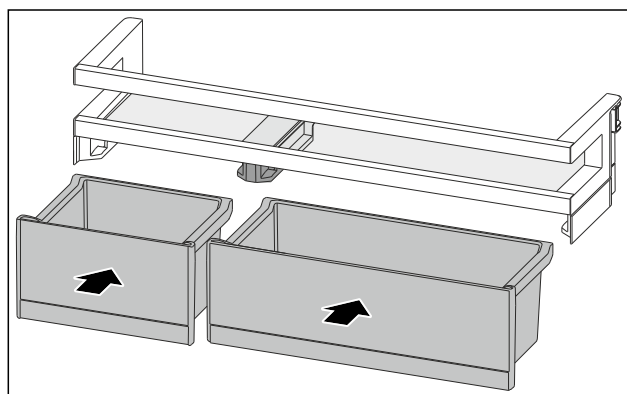

Fig. 88
- Indsæt VarioBox'erne i omvendt rækkefølge. (se Fig. 88)